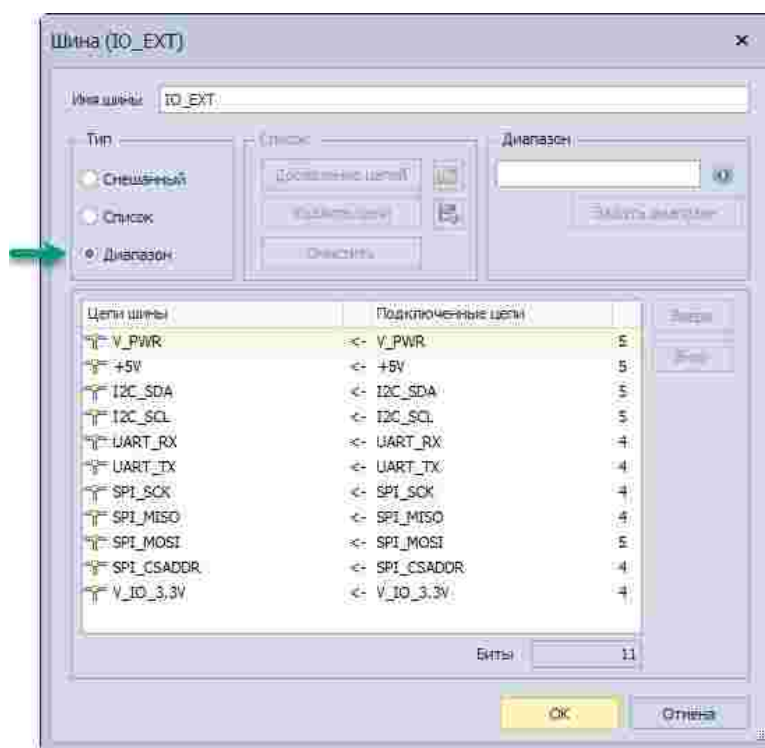

Рис. 143 Включение режима «Диапазон»
2. Установить переключатель, расположенный в левом верхнем углу окна, в положение «Диапазон», тем самым активировав режим работы редактора «Диапазон», см. Рис. 143.